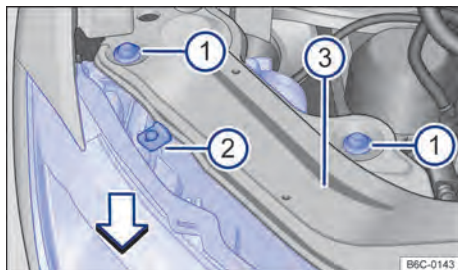

Fig. 168 No compartimento do motor: parafusos de fixação do farol dianteiro.
- Remover os parafusos de fixação → Fig. 168 ⓘ com o auxílio de uma chave torx.
- Mover o farol para frente, no sentido da seta → Fig. 168, até que os dois cliques da parte inferior desencaixem e possibilite a remoção do farol.
- Recolocar o farol cuidadosamente até que os dois cliques inferiores encaixem e o batente superior → Fig. 168 ⓘ encoste no suporte do farol ⓘ.
- Recolocar os parafusos de fixação ① na carcaça do farol.
- Pressionar o farol contra o batente central superior ② e apertar os parafusos ① com a chave torx.